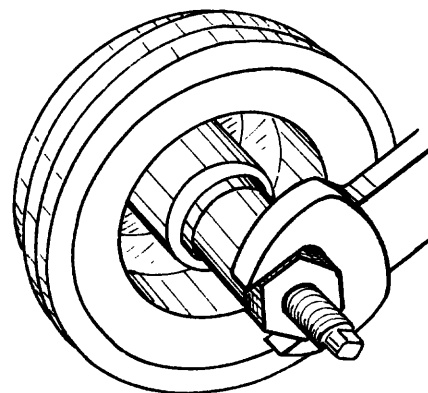

Fig. 7
- b Instale, al amortiguador de vibraciones, el tornillo de fijación (fig. 7) y apriete al torque especificado.